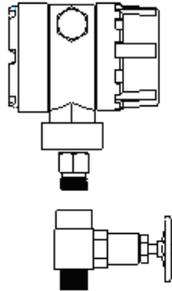

图 5.1
①压力记录仪直接与仪表针阀相连接；②压力记录仪安装在墙装支架（或管装弯支架或管装平支架）上，然后连接到仪表针阀上。见图 5.1